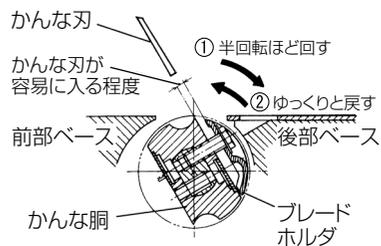

図 27
ベルトでかんな胴を図 27 の矢印 ① の方向に半回転ほど回し、次に矢印 ② の方向にゆっくり回して、かんな胴とブレードホルダとの間にすき間をあけます。